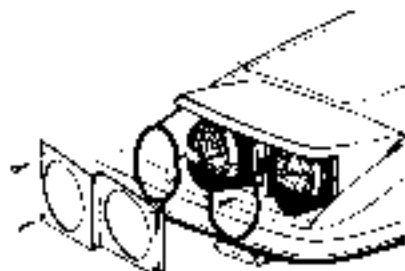

Fig. 73
- Durch Eröfening der Regelmassschrauben (mit A (Abb. 73) werden Schenkel so orientiert, dass das produzierte Licht im Verhaltis zu den jeweiligen Kreuzen steht (Abb. 73).
DEMONTAGE DER VORDEREN SCHEINWERFER (Abb. 73)
1. Die Befestigungsschrauben des Verschlussblechs der Scheinwerfer (Abb. 73)